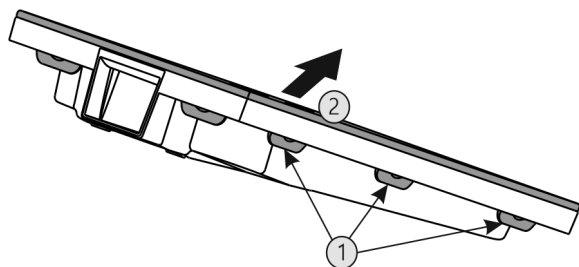

Fig. 38
- Appuyer sur toutes languettes Fig. 38 (1) l'une après l'autre et enlever le couvercle Fig. 38 (2).